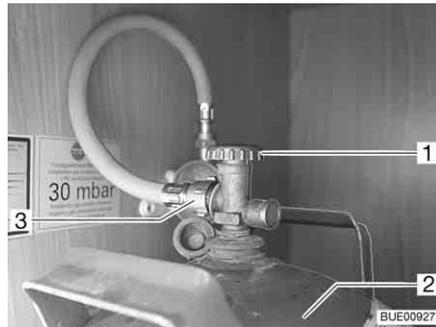

Fig. 162 Caja para bombonas de gas
- Cerrar la llave de paso principal (Fig. 162,1) de la bombona de gas (Fig. 162,2). Observar el sentido de la flecha.
- Desenroscar la goma del gas (Fig. 162,3) de la bombona de gas.